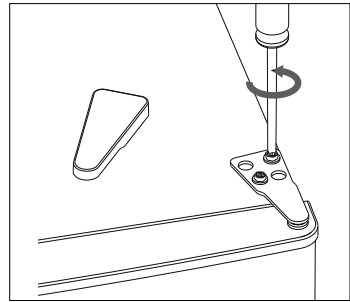

Abb. 4
- ▶ Lösen Sie die beiden Schrauben am Scharnier (1) mit einem 8er-Schraubenschlüssel oder einem Kreuzschlitz-Schraubendreher (siehe **Abb. 4**).